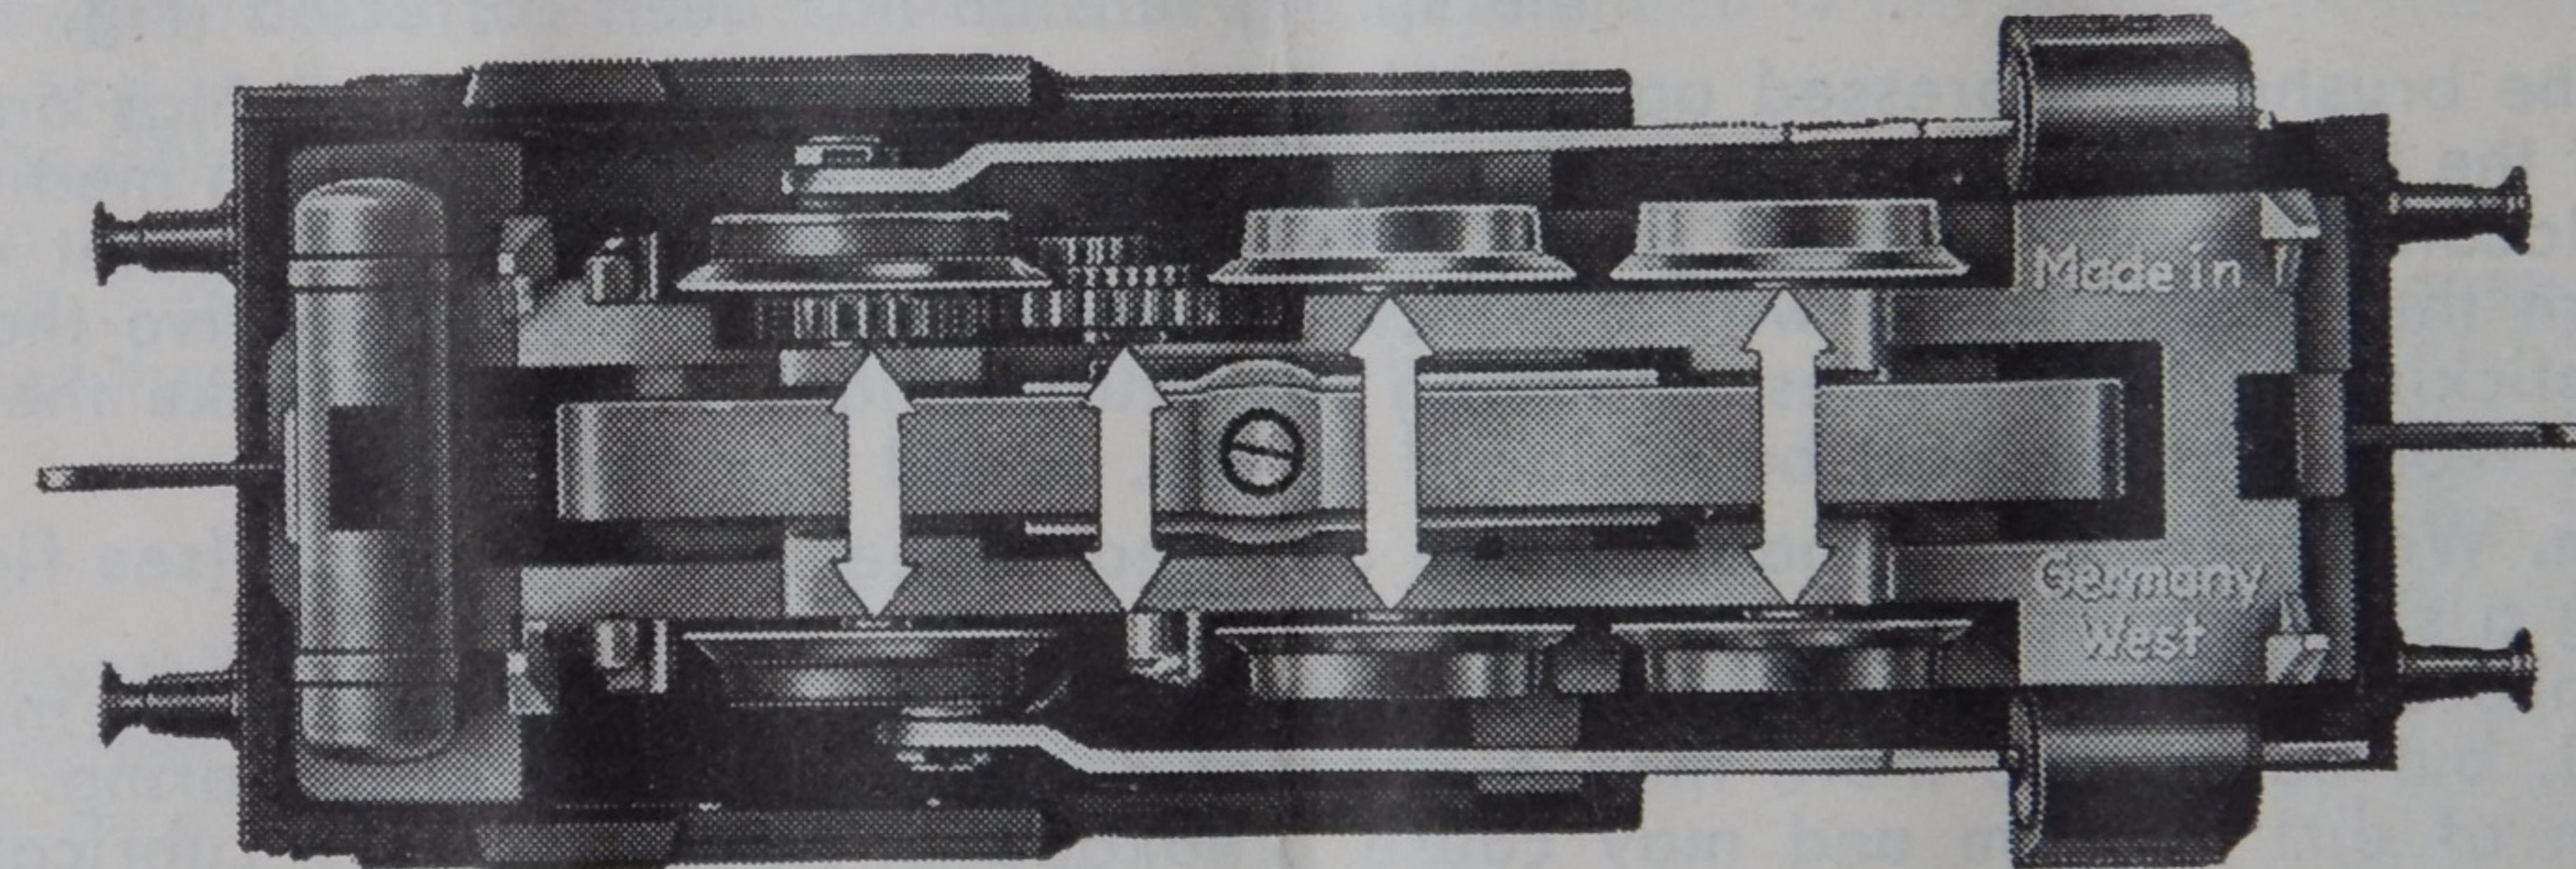

Fig. 4 Schmierstellen von unten
**6. Schleifer.** Der Schleifschuh sollte immer sauber sein. Gegebenenfalls ist er mit feinem Schmirgelpapier abzureiben. Dabei darf aber kein Staub in die Lokomotive fallen. Sollte nach langer Betriebszeit der Schleifer abgenutzt sein, so kann er durch einfaches Entfernen der in Fig. 4 sichtbaren Schraube abgenommen und durch einen neuen Schleifer 7185 in entsprechender Weise ersetzt werden. Beim Einsetzen des neuen Schleifers ist auf richtige Lage zu der Kontaktplatte zu achten.
To do this, take off the casing (see point 4). The axle bearings marked by arrows in fig. 4 must also be oiled, but never give more than a drop or two of oil to any one bearing. Over-oiling causes a film of dirt to form and may cause breakdowns. MÄRKLIN 7199 Lubricating Oil or winter grade car engine oil is recommended as a lubricant; edible oil must not be used under any circumstances. The bearings now mentioned must be oiled again after running some time.
**6. The current collector shoe.** The collector shoe must always be kept clean. Rub it clean with fine emery paper if necessary, but do not let any emery powder fall into the locomotive. If the shoe is worn out after long service it can be taken off simply by removing the screw seen in fig. 4 and replaced by a new **7185** shoe in the same way. When fitting a new shoe, make sure its position is correct in relation to the contact plate.
Il faut retirer le corps de la locomotive pour pouvoir procéder à ce graissage (voir § 4). Procéder aussi au graissage des paliers d'essieux (fig. 4). Amener 1 à 2 gouttes d'huile sur chaque palier; un graissage excessif nuit au bon fonctionnement de la locomotive par suite de formation de cambouis. Nous conseillons l'emploi de l'huile MÄRKLIN **7199** ou d'huile d'autos (huile d'hiver) comme lubrifiant; l'emploi d'huile de table est à proscrire absolument. Répéter ce graissage à intervalles réguliers.
**6.- Frotteur.** Le frotteur doit être maintenu en parfait état de propreté; il faut le nettoyer, le cas échéant, à l'aide de papier émeri fin en veillant à ce que la poudre d'émeri ne tombe pas dans la locomotive. Pour remplacer un frotteur usé il suffit de défaire la vis (fig. 4) et de remonter le nouveau frotteur n° **7185**; vérifier que la plaque de contact est bien en place.
**6. Pattino.** Il pattino dovrebbe essere sempre pulito. Eventualmente sfregarlo leggermente con carta smerigliata finissima. Si prega di fare attenzione che non cada della polvere nella locomotiva. Se dopo lungo uso il pattino è consumato, può essere semplicemente sostituito con un nuovo pattino **7185**, togliendo la vite visibile nella fig. 4. Applicando il nuovo pattino fare attenzione alla giusta posizione della piastrina di contatto.
Dessutom smörjes axellagren, som angivits med pilar på bild 4. Mer än 1–2 droppar olja får ej komma på ett smörjställe. För mycket olja förorsakar driftsstörningar i loket och bildar en smutshinna på skenorna. Som smörjmedel rekommenderas MÄRKLIN smörjolja 7199 eller vinterbilolja och matolja får under inga omständigheter användas. Sedan loket körts en tid smörjes åter ovan angivna lager.
**3. Smøring.** Efter kort tids indkørsel anbefales det at smøre ankerlejet (se fig. 2 og 3) og drivhjulslejerne. Man må afmontere lokomotivoverdelen (se punkt 4), desuden må man smøre de på fig. 4 med pile mærkede aksellejer. Kom ikke mere end 1 til 2 dråber olie på hvert smørested. For kraftig smøring danner smuds og kan medføre driftsforstyrrelser. Anvend Märklin-smøreolie **7199** eller vinter-autoolie, men aldrig spiseolie. Gentag jævnligt smøringen.
**6. Slæbesko.** Slæbeskoen skal altid være ren og kan renses med fint smergellærred. Undgå, at der falder støvpartikler ind i lokomotivet. Slidte slæbesko kan let udskiftes med nye **7185**. Fjern den på fig. 4 viste skrue ved montering af nye slæbesko. Bemærk kontaktpladens rigtige stilling.
Hiervoor wordt de locomotiefkap er af genomen (zie punt 4). Bovendien moeten de in fig. 4 met pijlen aangegeven aslagers gesmeerd worden. Ieder lager mag echter niet meer dan 1 of 2 druppeltjes olie hebben; overdadig smeren veroorzaakt storingen in de machine, terwijl zich op de rails een laag vet met vuil vormt. Als geschikte olie kunnen wij aanbevelen de MÄRKLIN-smeerolie 7199 of winter-auto-olie; er mag hiervoor beslist nooit sla- of bakolie gebruikt worden. De bovengenoemde lagers moeten van tijd tot tijd opnieuw gesmeerd worden.